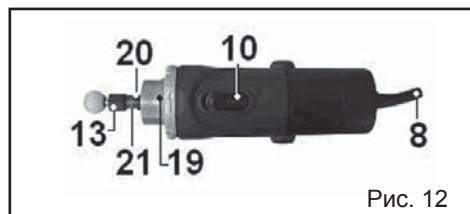

Рис. 12
7.8. Использование фрезера в качестве прямой шлифовальной машины (Рис.12).